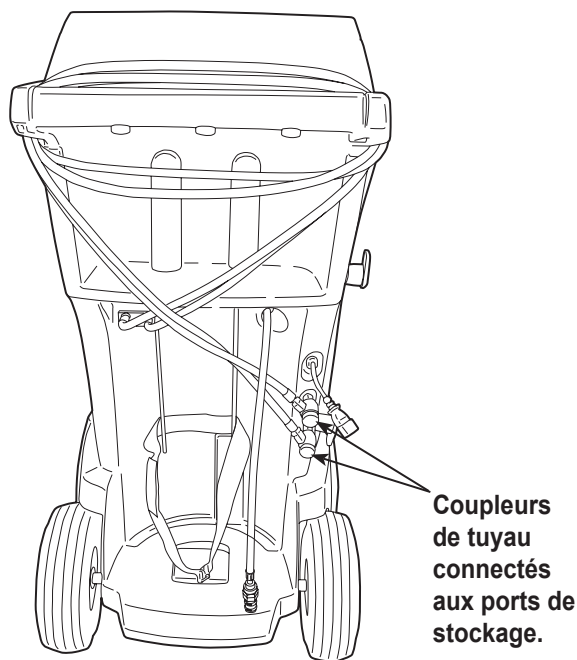

Figure 13
2. Faites passer deux fois les tuyaux de service autour de la poignée et attachez-les aux ports de stockage. Reportez-vous à la Figure 13.